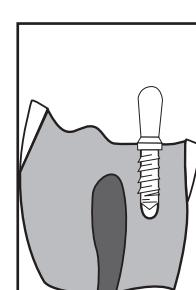

Figure 7
- Operate handpiece at a very low speed and apply light downward pressure. The MAX Pin will align and thread into the prepared channel and shear when seated at the shoulder stop (**Fig. 7**).
- Das Handwinkelstück läuft mit sehr geringer Drehzahl (200-500 U/Min), bis der Pin sich eindreht. Der MAX Pin zentriert sich selbst und schert bei Erreichen des Schulterstops ab (**Abb. 7**).